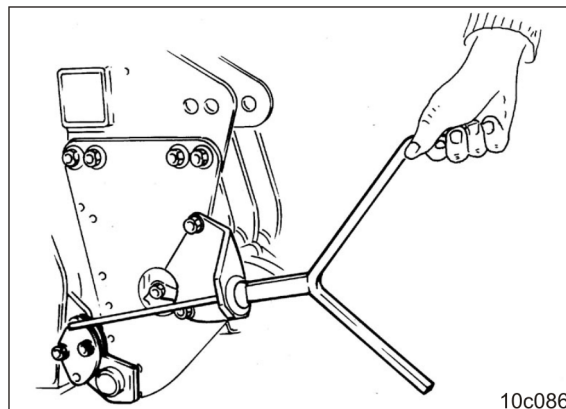

Fig. 91
1. Introduceți manivela (Fig. 91) pe axul de reglare și reglați forța de apăsare a brăzdarelor.